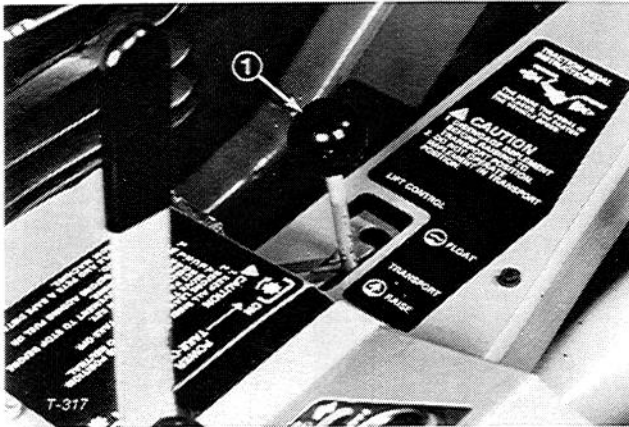
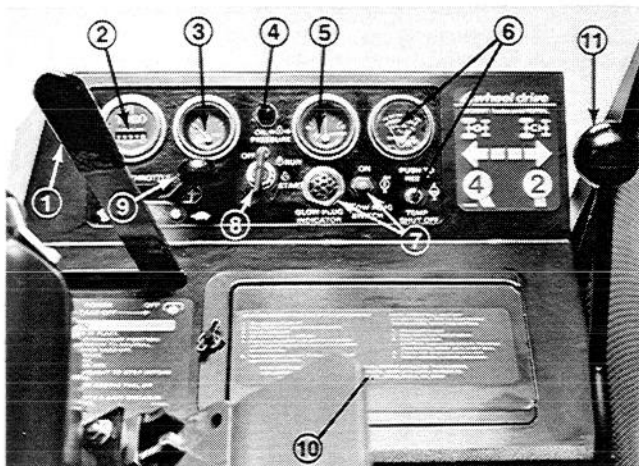

Bild 7
Bild 8
## Hubhebel (Bild 7)
## ZWA-Hebel (Bild 8)
## Betriebsstundenzähler (Bild 8)
## Kraftstoffanzeige (Bild 8)
## Öldruck-Warnleuchte (Bild 8)
## Amperemeter (Bild 8)
## Temperaturschalter/Anzeige und Rückstelltaste (Bild 8)
## Glühkerzenschalter und Anzeige (Bild 8)
## Zündschloß (Bild 8)
## Gashebel (Bild 8)
## Allradantriebskontrolle (Bild 8)
Der gesamte Schaltkreis wird zusätzlich durch einen 40A Sicherungsautomat abgesichert. Die Rückstelltaste befindet sich auf der unteren Hälfte der Tafel, die durch Entfernen der Batterieabdeckung zugänglich wird (Bild 8, 10). Bei totalem Stromausfall muß diese Taste gedrückt werden. Zunächst muß jedoch der Stromkreis geprüft werden, um die Ursache der Fehlfunktion festzustellen.
1. Sicherstellen, daß die Feststellbremse aktiviert ist, daß sich der ZWA-Hebel in der AUS-Position befindet (Bild 8) und daß der Hubhebel entweder auf SCHWEBEN oder TRANSPORT steht (Bild 7). Den Fuß vom Fahrpedal nehmen und sicherstellen, daß es auf NEUTRAL steht.
2. Den Gashebel ganz in die SCHNELL-Position bringen (Bild 8).
4. Den Zündschlüssel auf START drehen (Bild 8). Sobald der Motor anspringt, den Schlüssel unverzüglich wieder lösen und auf LAUF zurückspringen lassen. Den Gashebel auf LANGSAM stellen.